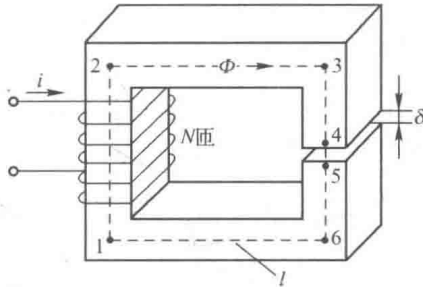

图 1-1 简单磁路示例
**【例 1-2】** 若在图 1-1 中的磁路中，打开一个长度  $\delta = 5 \times 10^{-4} \text{ m}$  的气隙，问铁心中产生 1T 的磁感应强度时，所需的励磁磁动势为多少？已知铁心截面积  $A_{Fe} = 3 \times 3 \times 10^{-4} \text{ m}^2$ ， $\mu_{Fe} = 5000\mu_0$ 。考虑到气隙磁场的边缘效应，计算气隙面积时应当用有效面积。
表 1-1 图 1-1 的铸钢铁心尺寸